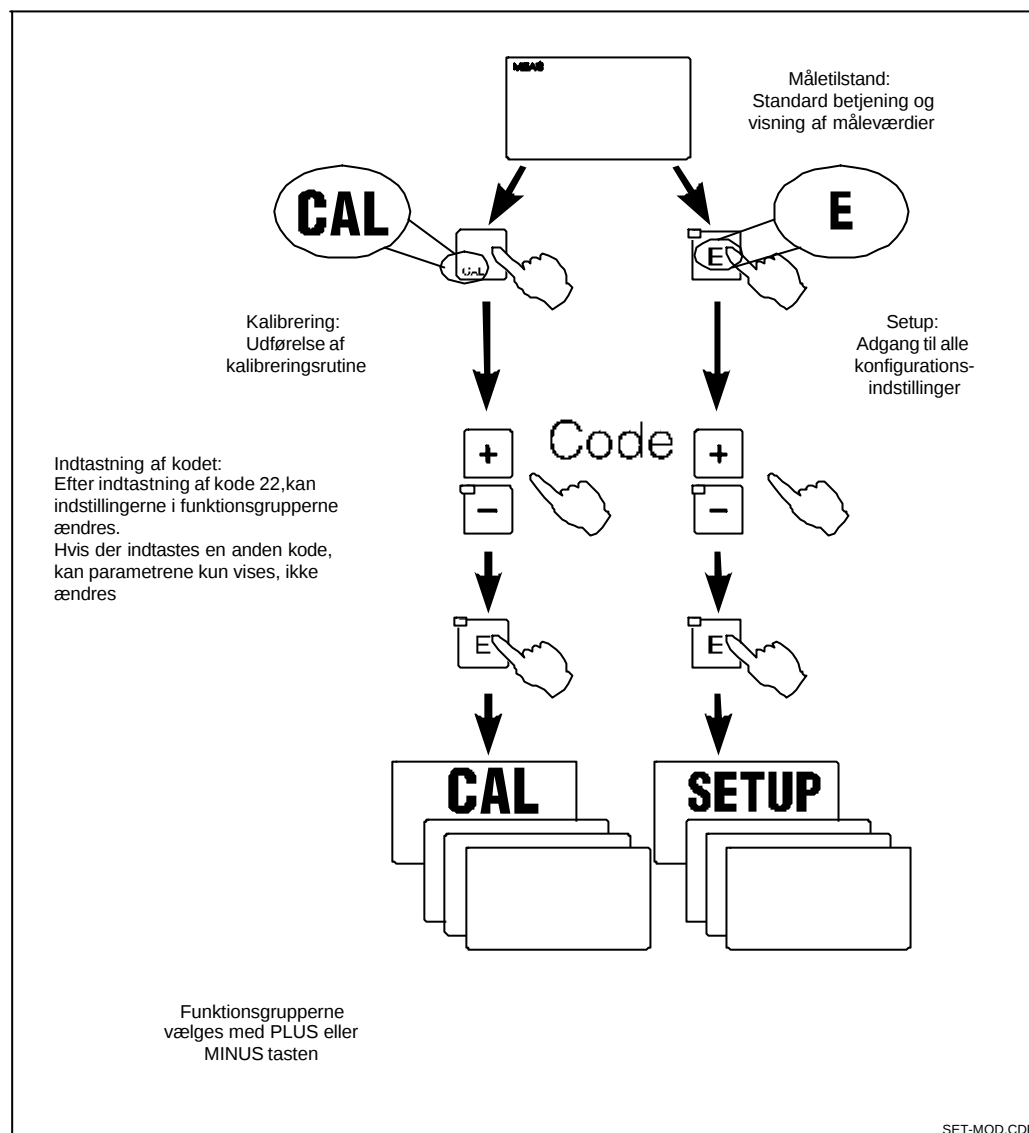

Fig. 4.3 Beskrivelse af betjening
Alle adgangskoder er låste, d.v.s. de kan ikke ændres. Der er fastlagt tre adgangskoder (jvf. Fig. 4.3):
- Vilkårlig kode: Adgang til læsning, d.v.s. alle værdier kan læses men ikke modificeres (adgang med ENTER/CAL tasten, se Fig. 4.3).
- Kode 22: Adgang til kalibrerings- og offset menuer (adgang med CAL tasten, se Fig. 4.3).
- Code 22: Adgang til konfigurationsmenuer til instrument konfiguration og brugerindstillinger (adgang med ENTER tasten, se Fig. 4.3).